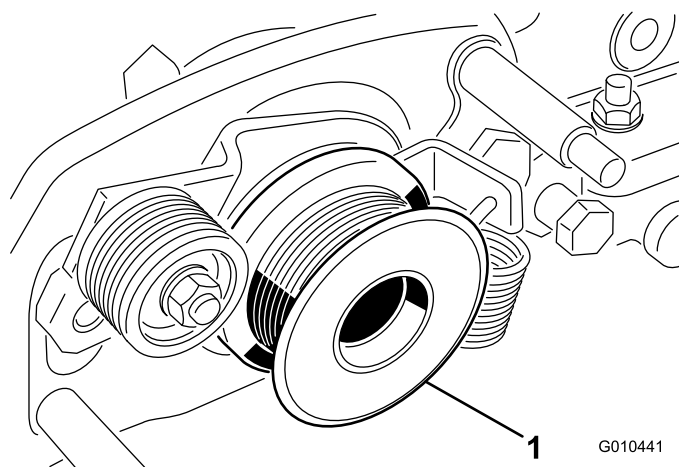

Figure 34
7. Déposez la poulie d'entraînement du groomer de l'arbre du cylindre (Figure 34).